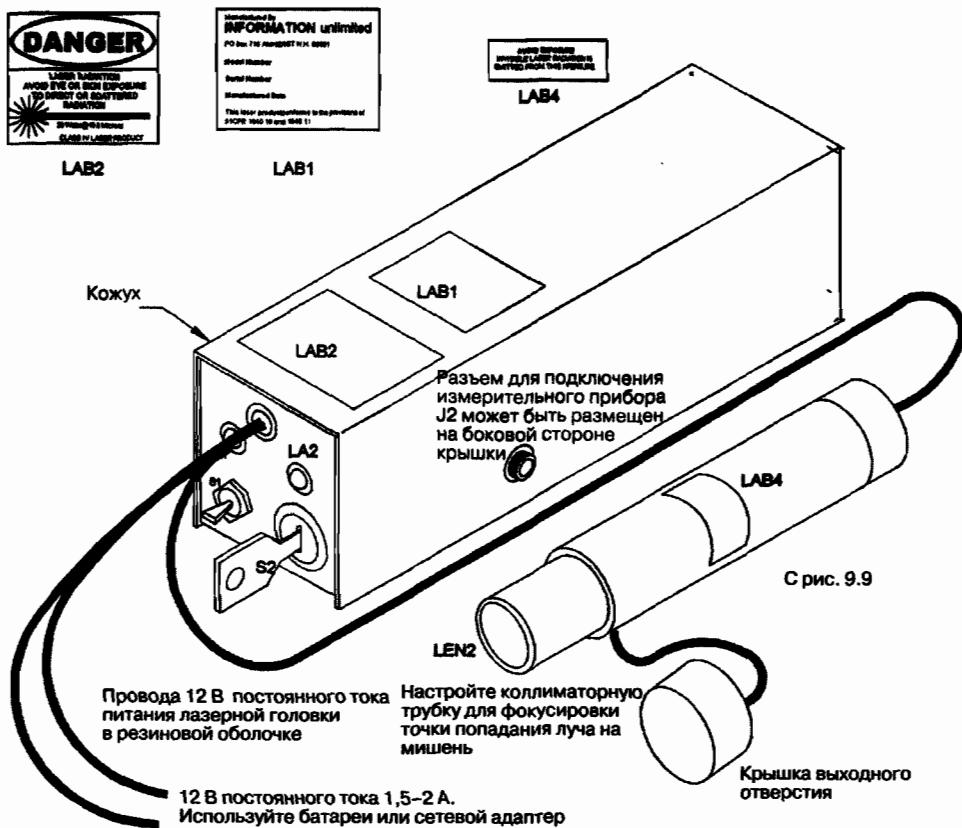

Рис. 9.11. Вид устройства после завершающей сборки с лазерной головкой и ярлыками
- Когда проверка подтвердит правильную работу лазера, вы можете собрать все части устройства и промаркировать их, как показано на рис. 9.11.